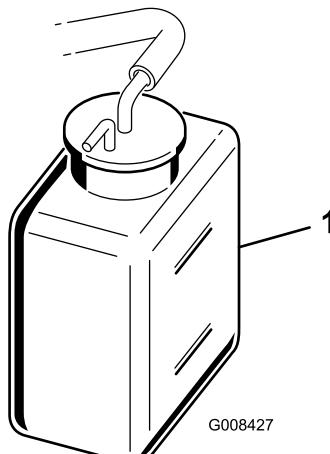

Figura 32
2. Verifique o nível do líquido de arrefecimento (Figura 32). Deve estar entre as linhas no depósito de expansão, com o motor frio.